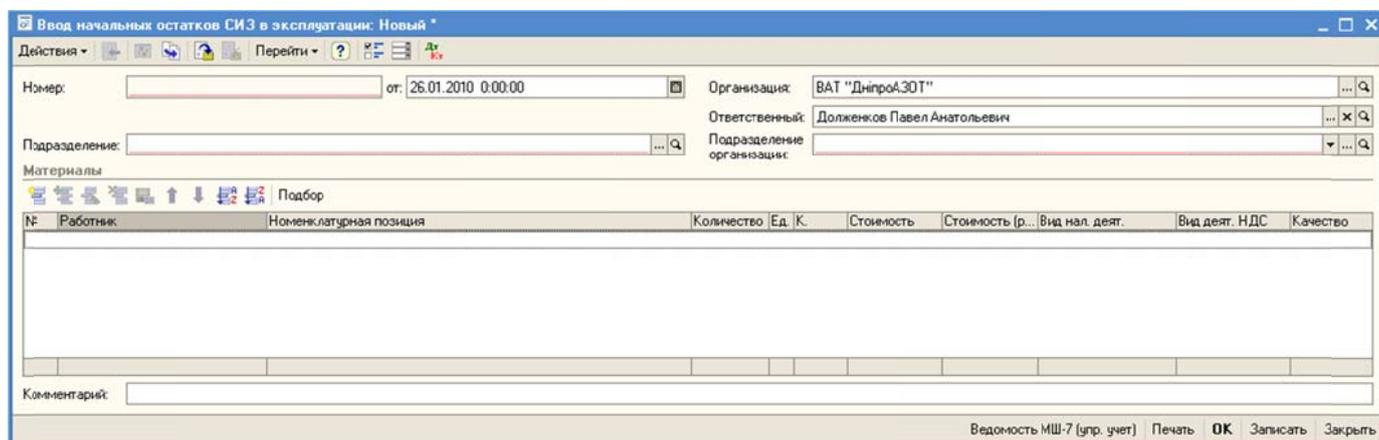

Рисунок 20 – Новый документ «Ввод начальных остатков СИЗ в эксплуатации»
2. Создать новый документ «Ввод начальных остатков СИЗ в эксплуатации» (Рисунок 20).